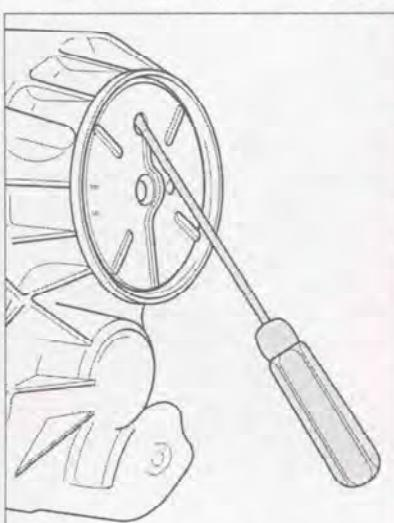

Рис. 7.191. Вставив отвертку в отверстие, извлеките маслораспределитель.
7. Вставив отвертку в отверстие, извлеките маслораспределитель (рис. 7.191). Если маслораспределитель поврежден, замените его.